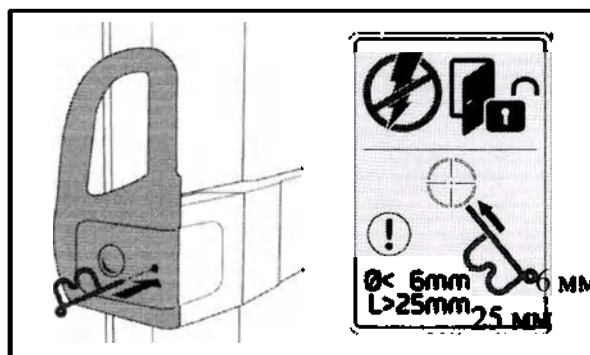

рисунок 10. Открывание двери во время сбоя подачи электроэнергии
- Вставьте тонкий инструмент (не толще 3 мм) в небольшое отверстие в дверной ручке (рисунок 10).